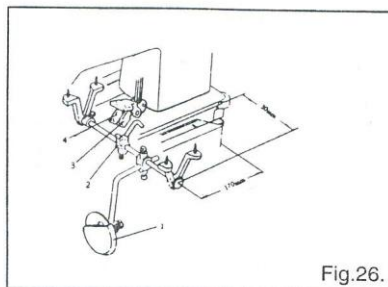

Fig.26.
22. Установка коленоподъемника (Рис. 26)